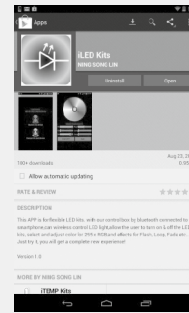

figure 3
- Installez l'application sur votre appareil Android. (fig 3)